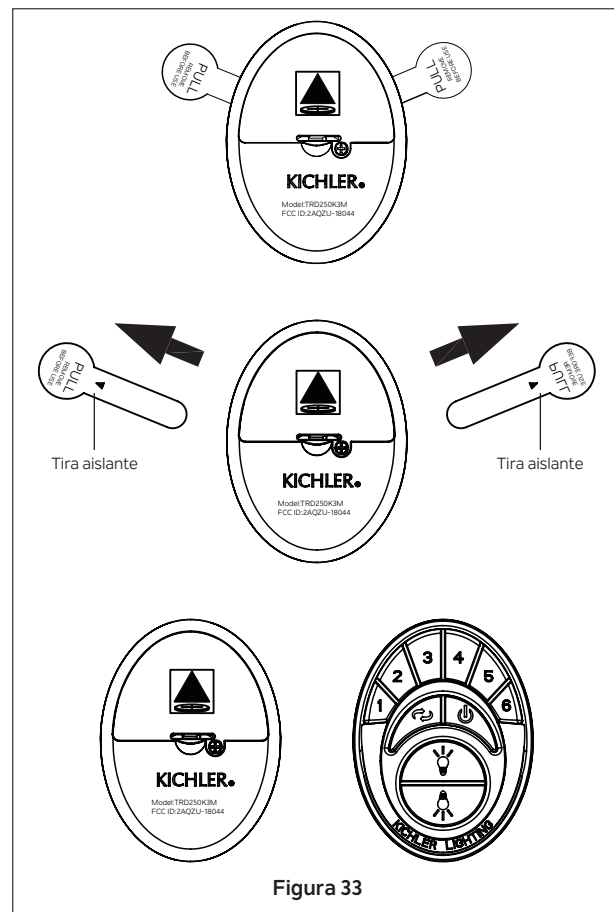

Figura 33
Paso 1. Para activar el transmisor, tire con cuidado de las tiras aislantes del transmisor para activar las dos baterías de botón/moneda CR2032 de 3 V previamente instaladas. Deseche las tiras aislantes. (Figura 33)